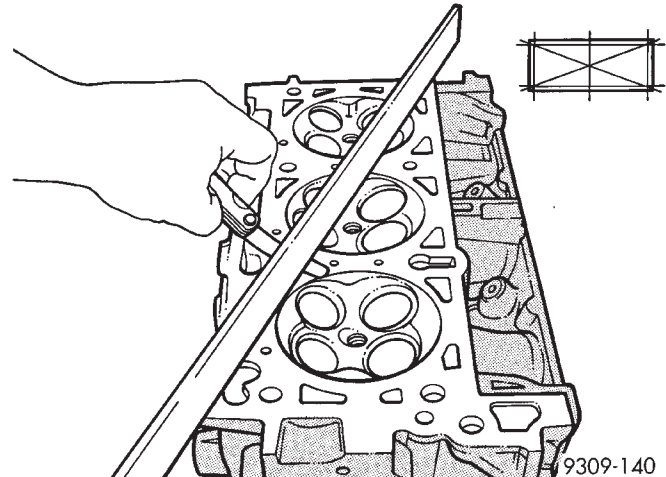

Abb. 107 Zylinderkopf auf Planheit prüfen
(1) Vor dem Reinigen auf Undichtigkeiten, Beschädigungen und Risse prüfen.
(2) Zylinderkopf und Ölkanäle reinigen.
(3) Zylinderkopf auf Planheit prüfen (Abb. 107).
(4) Die folgenden Abweichungen sind zulässig: